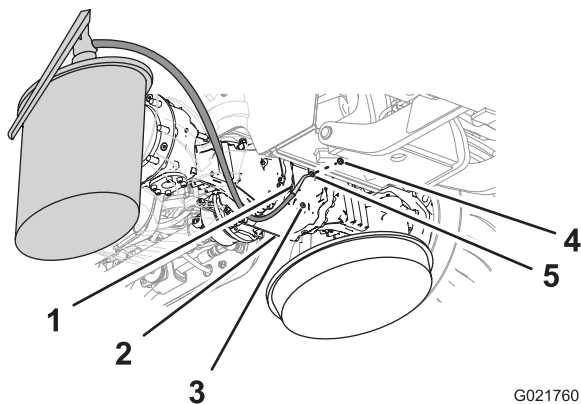
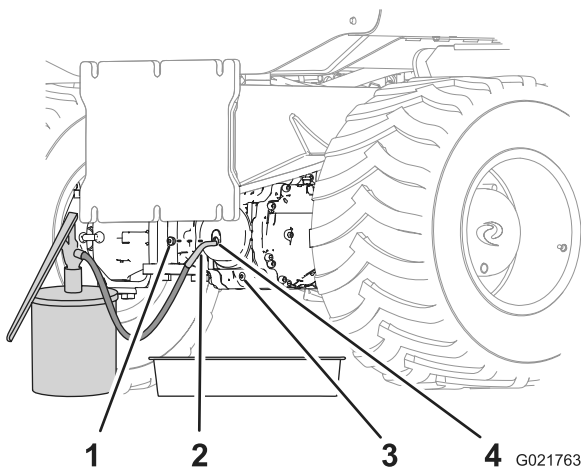

Figura 71
Figura 72
5. Instale um dos bujões no orifício de drenagem (Figura 71 e Figura 72).
6. Adicione o óleo especificado na caixa do pinhão e no eixo pelo orifício de nível até o nível se alinhar com a borda inferior do orifício (Figura 71 e Figura 72).
8. Instale o segundo bujão no orifício de nível na caixa do pinhão (Figura 71 e Figura 72).